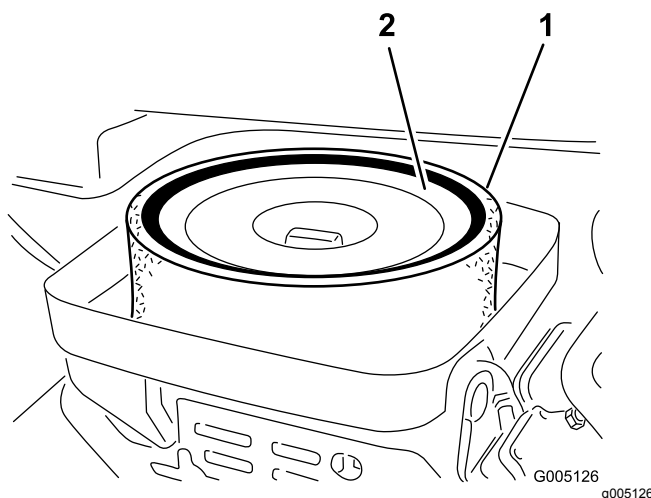

Figura 29
3. Retire la tuerca de orejeta que sujeta los elementos a la carcasa del limpiador de aire (Figura 29).
4. Si el elemento de espuma está sucio, sepárelo del elemento de papel (Figura 29). Límpiolo a fondo, de la manera siguiente: